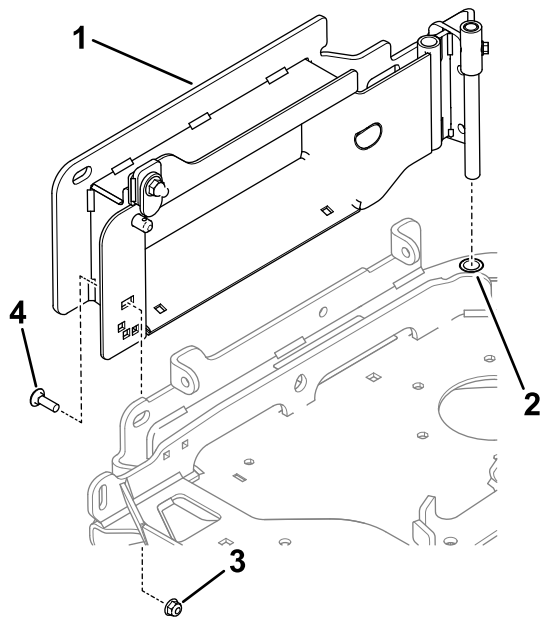

Figure 4
3. Insérez l'adaptateur d'éjection latérale dans le trou soudé à l'arrière du plateau. Fixez en place avec un boulon de carrosserie et un contre-écrou dans le côté du plateau (Figure 4).